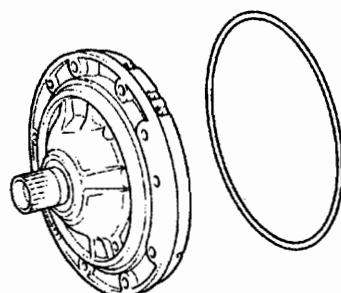
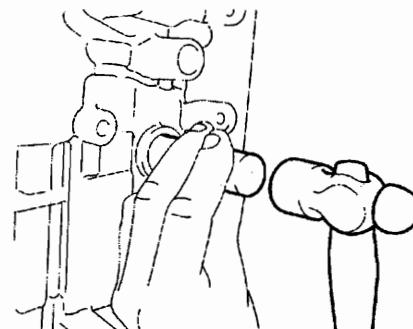

图 12-1-83
图 12-1-84
②如图 12-1-83 所示，将 ATF 涂到新的 O 形圈上，然后安装到油泵总成的外围。将油泵穿过输入轴，将油泵总成的螺栓孔与变速器壳对齐。固定住输入轴，轻轻地压油泵体，使油密封环滑入超速挡直接离合器鼓。注意：不要用力推油泵，否则油密封环可能会粘到超速挡直接离合器鼓上。
③安装 10 个螺栓，拧紧力矩为 21N·m。
(32) 安装手动阀杠杆轴油封。如图 12-1-84 所示，用 SST 推入两个新的油封，在油封唇口上涂抹 MP 润滑脂。